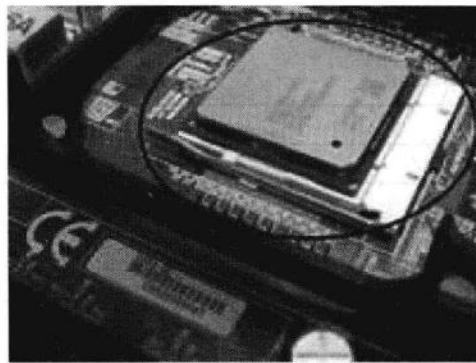

图 1-1-1 安装 CPU
(1) 稍向外/向上用力拉开 CPU 插座上的锁杆与插座呈 90° 角，以便让 CPU 能够插入处理器插座。
(2) 将 CPU 上针脚有缺针的部位对准插座上的缺口。
(3) CPU 只能够在方向正确时才能被插入插座中，然后按下锁杆，如图 1-1-1 所示。
(4) 在 CPU 的核心上均匀涂上足够的散热膏（硅脂）。但要注意不要涂得太多，只要均匀地涂上薄薄一层即可。